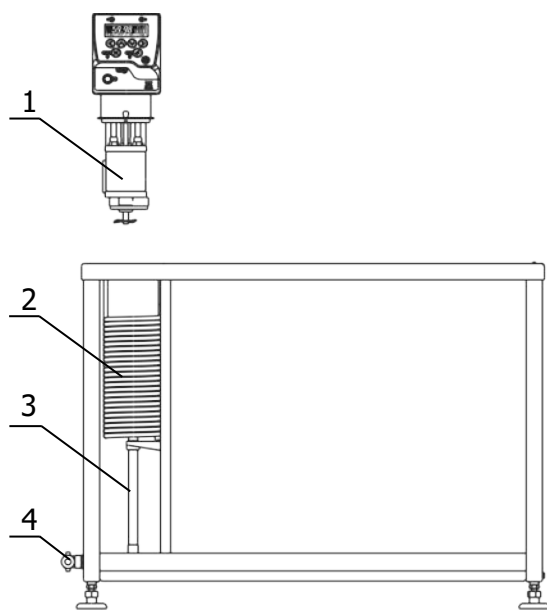

Рисунок 3 — Установка блока регулирования
1.4.5 Принцип работы термостата заключается в следующем: циркуляционный насос блока регулирования температуры забирает теплоноситель из основной ванны 2 (рисунок 1), нагнетает его в резервуар 1 (рисунок 3) с нагревателем и датчиком температуры. В резервуаре температура теплоносителя регулируется и далее, через выходную трубку 3 теплоноситель поступает в рабочую ванну 4 (рисунок 1), а затем переливом в основную ванну.
2.2.3 Насадить блок регулирования температуры резервуаром 1 (рисунок 3) на трубку 3, преодолевая при необходимости сопротивление витков теплообменника 2. Погрузить блок регулирования в ванну до упора и закрепить его винтовыми фиксаторами на крышке термостата.
Причина отсутствия перелива — неправильная работа насоса, вызванная воздушной пробкой, образовавшейся в резервуаре 1 (рисунок 3). Для ее устранения необходимо:
2.3.2 Надеть сливной шланг из комплекта поставки на сливной кран 4 (рисунок 3) и закрепить его хомутом. Свободный конец шланга опустить в емкость для сбора теплоносителя объемом, превышающим объем термостата.